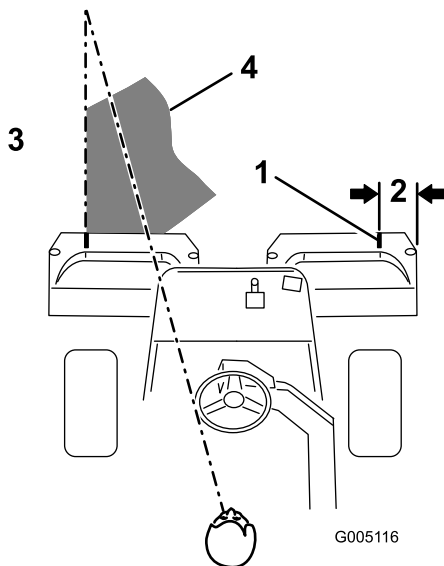

Figure 34
**Remarque:** Pour vous aider à traverser le vert en ligne droite et à maintenir la machine à égale distance du bord de la passe précédente, imaginez une ligne de vision approximativement 1,8 à 3 m devant la machine jusqu'au bord de la partie non tondue du vert (Figure 34). Faites passer la ligne de vision par le bord extérieur du volant, c.-à-d. maintenez le bord du volant aligné sur un point se trouvant toujours à la même distance par rapport à l'avant de la machine.